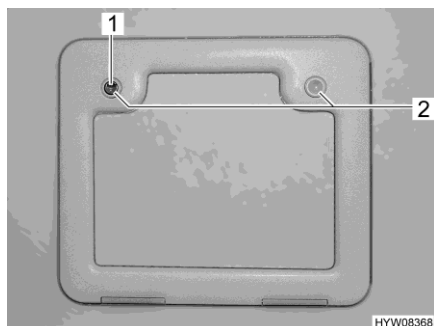

Fig. 182 Sportello per il serbatoio fecale Fig. 183 Serbatoio fecale
- Aprire lo sportello per il serbatoio fecale all'esterno del veicolo. Inserire la chiave nel cilindro della serratura a pressione (Fig. 182,1) e ruotare in senso orario di un quarto di giro.
- Premere contemporaneamente con i polli entrambi le serrature a pressione (Fig. 182,2) e aprire lo sportello per il serbatoio fecale.